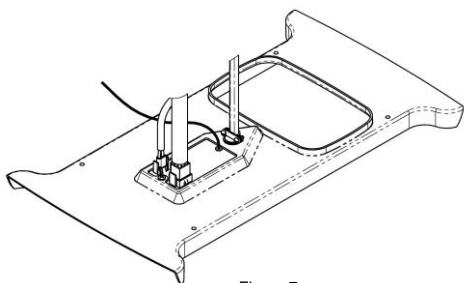

Figure 7
- C. Soulevez la chute de l'ensemble de plafond et insérez le câblage d'alimentation à travers le serre-câble et dans la boîte de raccordement de façon à ce que 10 à 15 cm (4 à 6 po) de câblage d'alimentation se situe dans la boîte. Serrez le serre-câble sur la gaine du câble d'alimentation afin d'en interdire le mouvement (voir Figure 7).
- F. Branchez la conduite électrique du climatiseur dans la prise à 9 positions de la façon illustrée dans la Figure 7.
- G. Si vous installez l'ensemble d'accessoire de chauffage facultatif, retirez le couvercle de la prise à 2 positions et branchez le cordon d'alimentation du réchauffeur de la façon illustrée dans la Figure 7.